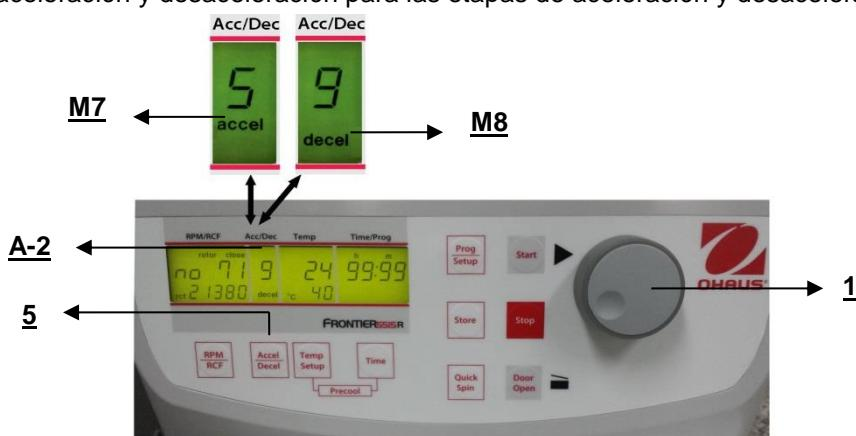

Figura 18
Esta función se activa con el botón "**Accel/Decel**" (5) (vea la Figura 18).